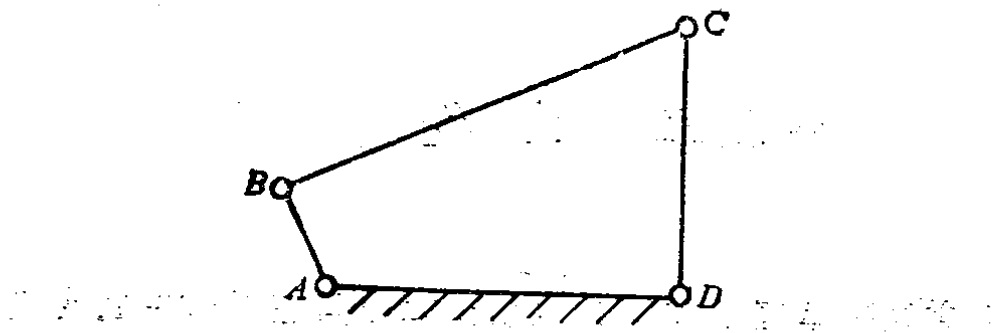

图 1-6
1. 如图1-6所示的曲柄摇杆机构, AB 为曲柄, 用作图法画出摇杆的两个极限位置, 并标出摆角 ψ 。